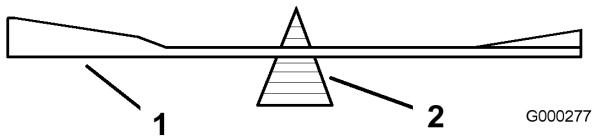

Figure 62
2. Vérifiez l'équilibre de la lame en la plaçant sur un équilibrage (Figure 62). Si la lame reste horizontale, elle est équilibrée et peut être utilisée. Si la lame est déséquilibrée, limez un peu l'extrémité de la
partie incurvée seulement (Figure 62). Répétez la procédure jusqu'à ce que la lame soit équilibrée.